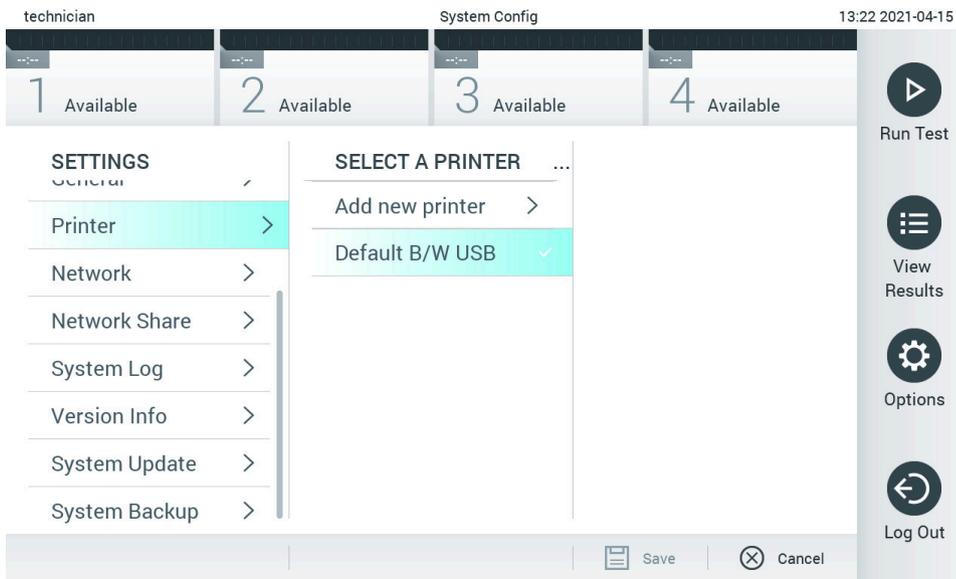

Figura 74. Selección de una impresora del sistema.
3. Seleccione una impresora de la lista de impresoras disponibles (figura 74).